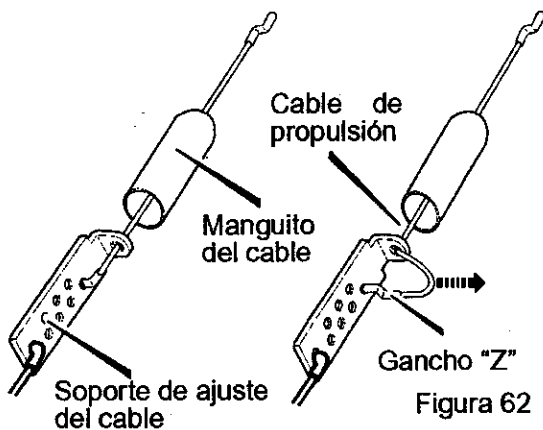

Figura 62
6. Saque el **manguito del cable** del **soporte de ajuste del cable** (Figura 62).